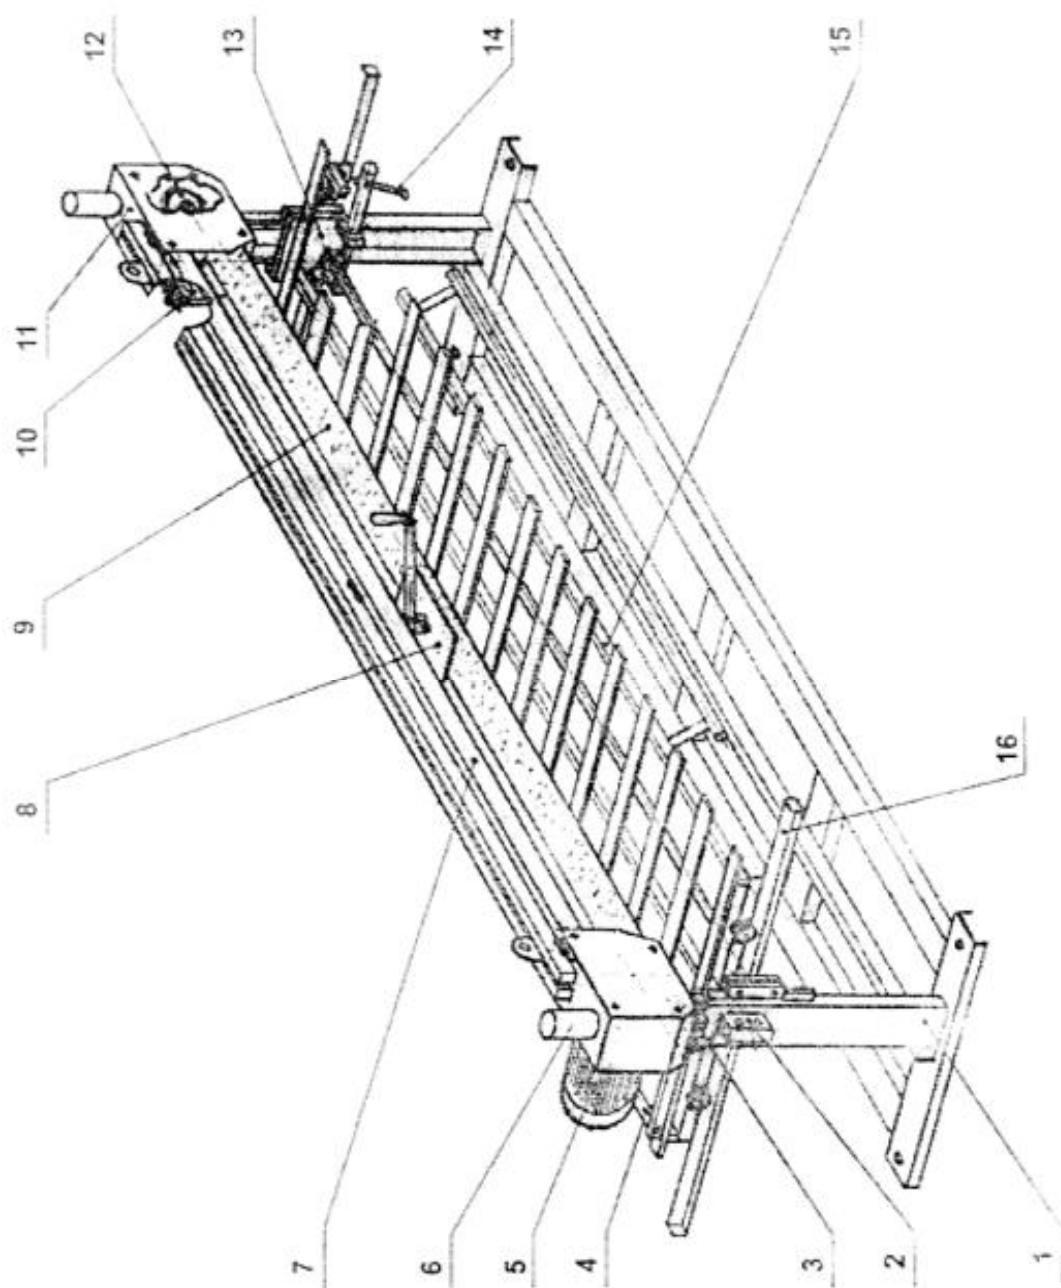

Рис. 1. Общий вид станка.
5.1. Общий вид с обозначением составных частей и органов управления станка приведён на рис.1.
Шлифование производится бесконечной лентой, натянутой на два шкива (см. рис.1), один из которых (с двигателем) является ведущим, а другой – ведомым. Ведомый шкив (фиксированный) имеет механизм перемещения в продольном направлении, с помощью которого осуществляется натяжение шлифовальной ленты.